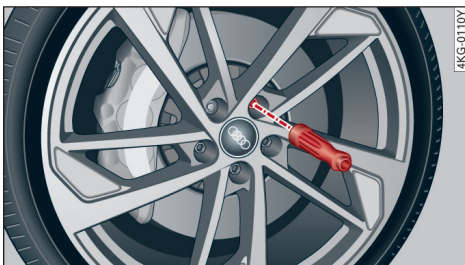

图 181 车轮：用于拧动螺栓的内六角头
- ▶ 用换插扳手（随车工具）中的内六角将最上面的那个车轮螺栓完全拧出⇒ 图 181，并将其放在一块干净的垫物上。